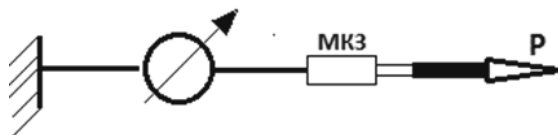

Рис. 2
- 7.1 В процессе эксплуатации монтажный клиновой зажим типа МКЗ должен подвергаться периодическим испытаниям не реже 1 раза в 12 мес. Усилие, прикладываемое к тяге зажима при прочностных испытаниях конструкции, должно превышать максимальную допустимую нагрузку на 25%. Схемы испытаний показаны на рис. 2.